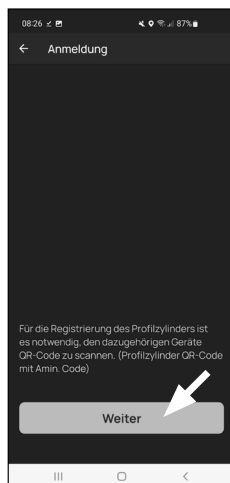
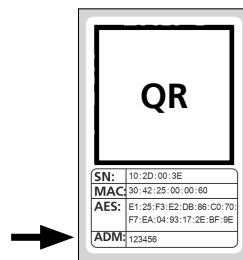

Fig. 3
Fig. 4
③ Vous êtes invité à scanner le code QR fourni pour le cylindre, à l'aide de la caméra du smartphone (Fig. 3). Le code QR se trouve sur l'autocollant joint à l'emballage (Fig. 4).
! **Attention :** Deux autocollants avec des codes QR accompagnent le kit, d'une part pour le cylindre, d'autre part pour le clavier. Vous identifiez le code QR nécessaire ici au cylindre au code administrateur en bas sur l'autocollant, signalisé par la désignation « ADM » (Fig. 3).
④ Appuyez sur « Continuer » (Fig. 4). Il se peut que vous soyez invité à confirmer l'accès de l'application à la caméra.
⑤ La fenêtre d'enregistrement de la caméra s'ouvre. Scannez le code QR.
⑥ Un message apparaît immédiatement avec les données de votre cylindre : confirmez-le en bas à droite par « OK » (Fig. 4).